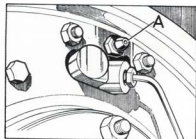

Fig. 98. Válvula de purga.
- 3.º Acoplar el extremo de una tubería a la válvula de purga de la rueda trasera derecha y el otro extremo se sumergirá en un recipiente con líquido de frenos (fig. 98).